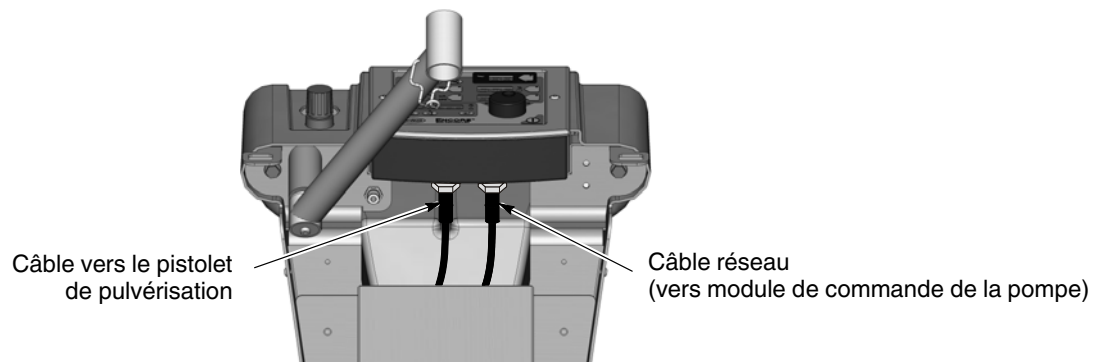

Figure 3-7 Raccordement du câble du pistolet de pulvérisation au contrôleur du système – Illustration du système mobile
1. Systèmes mobiles : Voir la figure 3-7. Faire passer le câble du pistolet de pulvérisation dans l'arrière de la colonne du diable et le remonter à travers le dessus à l'avant. Cela permettra à l'utilisateur d'attacher le câble avec le tuyau de purge et de lavage à l'air de l'électrode.